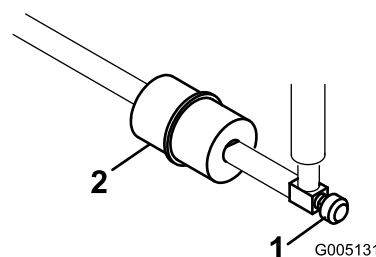

Figura 35
Il filtro del carburante in linea si trova nella linea del carburante tra il serbatoio del carburante e il carburatore (Figura 35).
- Chiudete la valvola di intercettazione del carburante (Figura 35).
- Posizionate una bacinella di spurgo sotto il filtro, allentate la fascetta stringitubo sul lato del carburatore del filtro e rimuovete la linea del carburante dal filtro (Figura 35).
- Allentate l'altra fascetta stringitubo e rimuovete il filtro (Figura 35).